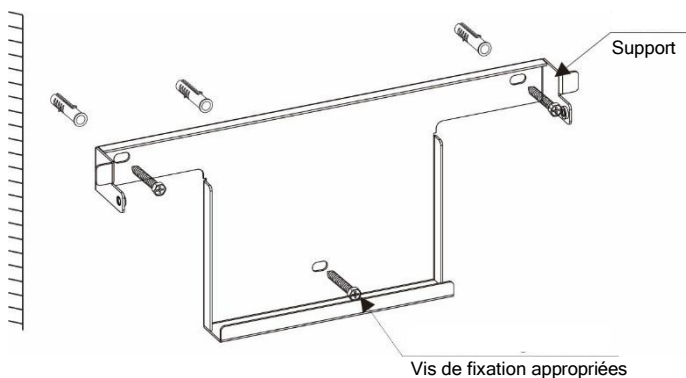

Figure 4.4 Montage mural de l'onduleur
Voir les figures 4.4 et 4.5 pour les instructions de montage de l'onduleur.
- Assurez-vous que le support est horizontal et que les trous de montage (figure 4.4) sont marqués correctement. Percez les trous dans le mur ou le pilier selon vos repères.